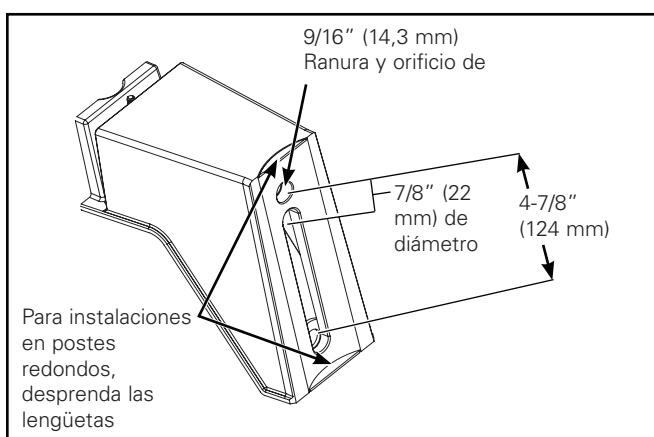
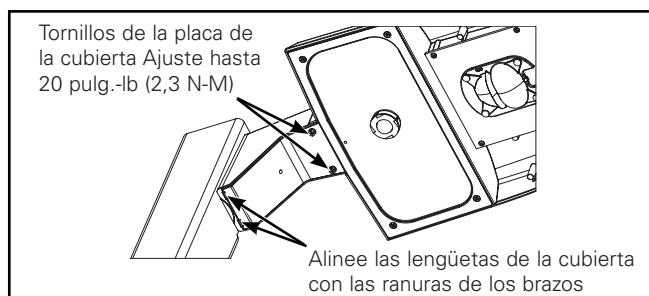

Figura 1.
Figura 5.
Brazo para montaje en poste (Figura 1. - Figura 5.)
1. El brazo para montaje en postes está diseñado para un poste cuadrado o redondo. Para instalar la luminaria en un poste redondo se deberán retirar las lengüetas troqueladas del brazo de montaje. Sujete la lengüeta troquelada con unas pinzas y despréndala. (Figura 1.)
Nota: Asegúrese de que los terminales del lado de la alimentación de la luminaria no queden "mordidos" entre la cubierta y el brazo de montaje. (Figura 5.)